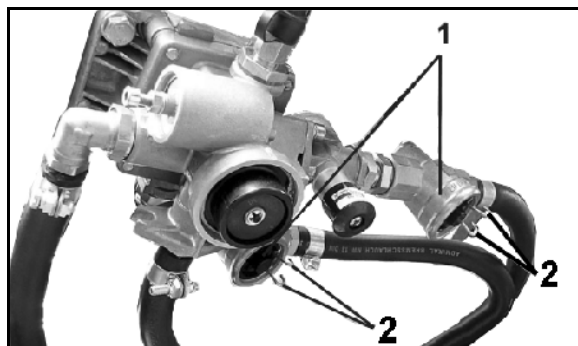

Рис. 54
Очищайте оба фильтра (Рис. 54/1) каждые 3 месяца (при сложных условиях эксплуатации – чаще). Для этого:
1. Сожмите лапки (Рис. 54/2) и извлеките замок в сборе с кольцом круглого сечения, нажимной пружиной и патроном фильтра.